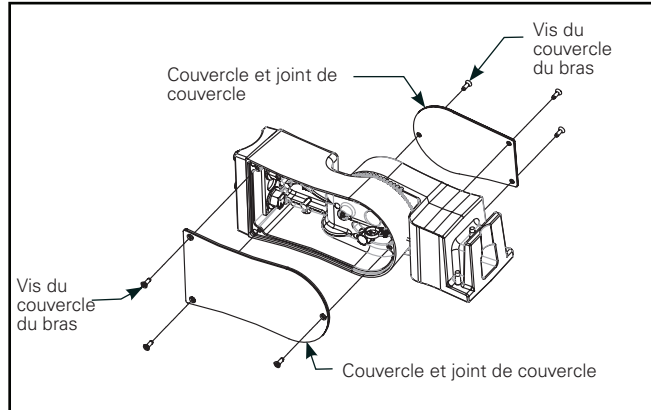

Figure 1.
1. Desserrez les six vis du couvercle de bras pour retirer les deux couvercles d'accès du bras. Conservez la quincaillerie (figure 1).